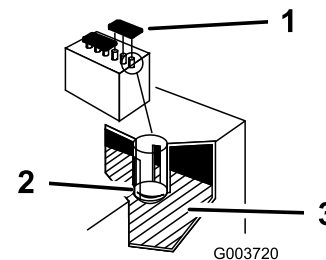

Figura 58
2. Abra las tapas para inspeccionar el interior de las células. El electrolito debe llegar hasta la parte inferior del tubo (Figura 58).
**Importante:** No permita que el electrolito esté por debajo de la línea inferior (Figura 58).
2. Retire los tapones de llenado de la batería (Figura 58).
3. Vierta lentamente agua destilada en cada célula de la batería hasta que el nivel llegue a la parte inferior del tubo (Figura 58).